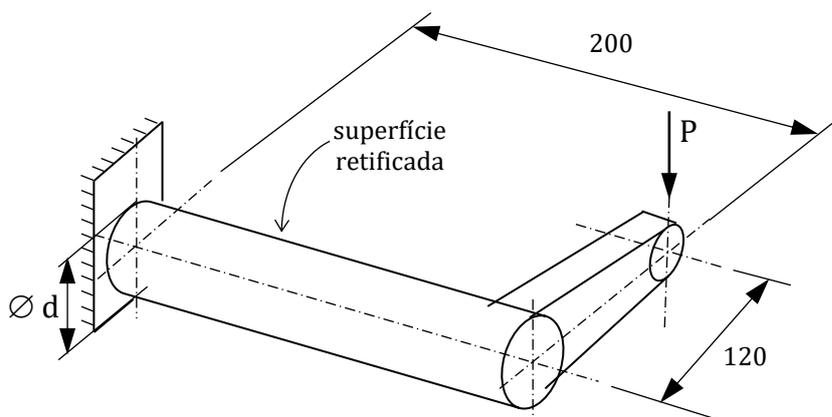

Figura 2.3
2.1.2 Na peça em aço representada na Figura 2.3 está sujeita a uma força P alternada de 10kN . Determine dois diâmetros (d), um para uma vida infinita e um outro para uma vida de 10^5 ciclos. Considere os seguintes dados: